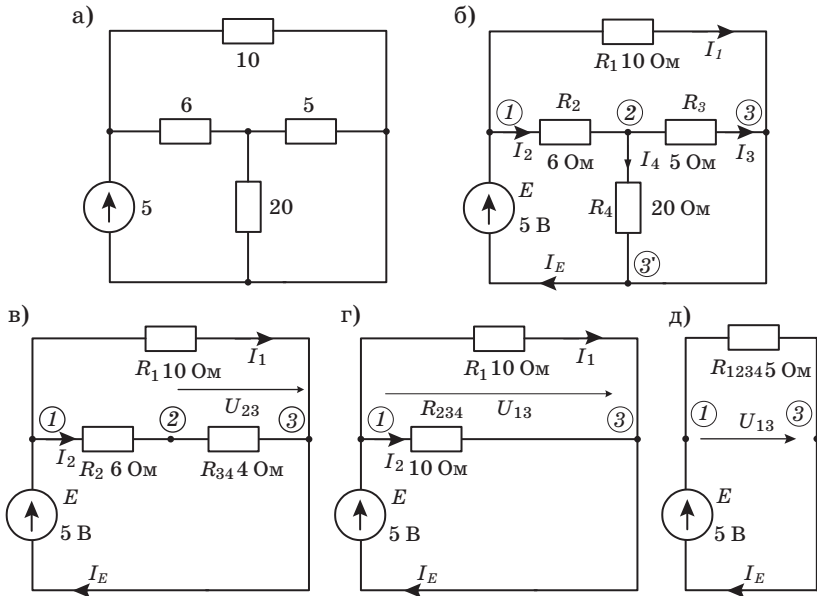

Рис. 1.3
**Пример 1.1.** Рассчитать цепь, схема которой представлена на рис. 1.3, а.
Параметры цепи, после обозначения узлов и элементов (рис. 1.3, б), следующие:  $E = 5$  В;  $R_1 = 10$  Ом;  $R_2 = 6$  Ом;  $R_3 = 5$  Ом;  $R_4 = 20$  Ом.
**Решение.** Зададим положительное направление токов в ветвях. Найдем на схеме участки с параллельным соединением сопротивлений и заменим их эквивалентным сопротивлением. Сопротивления  $R_3$  и  $R_4$ , подсоединенные к узлам 2 и 3, находятся под одним и тем же напряжением, поэтому включены параллельно, и их можно заменить одним эквивалентным сопротивлением  $R_{34}$ , упростив схему (рис. 1.3, в):
и тот же ток. Их можно заменить одним эквивалентным сопротивлением  $R_{234}$  (рис. 1.3, г):
Сопротивления  $R_1$  и  $R_{234}$  подключенные к узлам 1 и 3, находятся под одним и тем же напряжением, поэтому включены параллельно, их можно заменить эквивалентным сопротивлением  $R_{1234}$  (рис. 1.3, д):
Падение напряжения  $U_{13}$  между узлами 1 и 3 равно по величине ЭДС источника  $E$  и является одновременно напряжением на сопротивлениях  $R_1$  и  $R_{234}$  (рис. 1.3, з):
Ток  $I_2$ , проходя через сопротивление  $R_{34}$  (рис. 1.3, в), создает на нем падение напряжения  $U_{23}$ :
Это напряжение приложено к сопротивлениям  $R_3$  и  $R_4$  (рис. 1.3, б), поэтому токи через них: